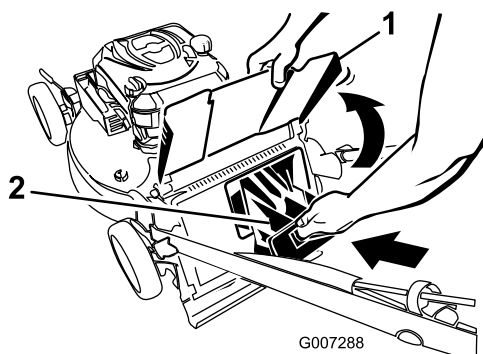

Figure 27
**Important:** Vérifiez que l'obturateur de l'éjecteur arrière est bien verrouillé en place. Pour enlever l'obturateur : relevez le déflecteur d'éjection (**Figure 27**), appuyez fermement sur l'obturateur jusqu'à ce qu'il s'enclenche en position derrière les languettes, et tournez le levier situé sur l'obturateur vers la gauche (**Figure 26**).